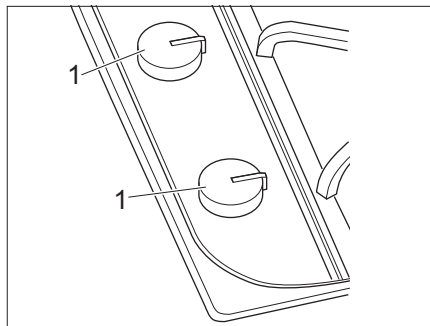

Fig. 125 Elementi di comando del fornello a gas
- Ruotare il pomello girevole (Fig. 125,1) dell'apparecchio a fiamma libera desiderato in posizione accesa (fiamma alta).